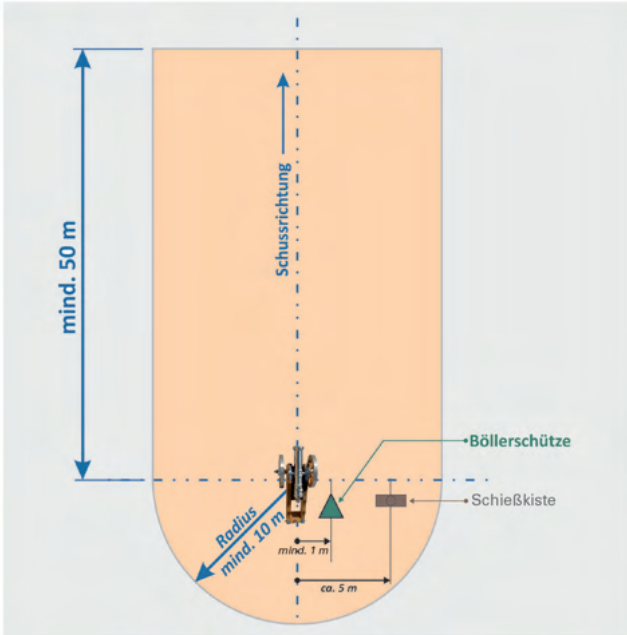

Abb. 32: Empfohlener Sicherheitsbereich Böllerkanone
- Sicherheitsbereich prüfen und festlegen (s. Abb. 32, S. 20).